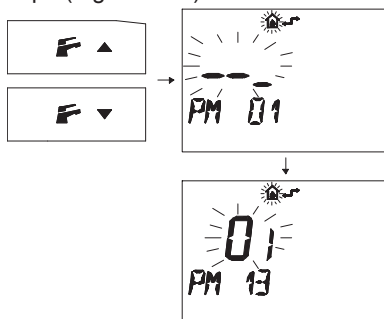

Figura 5.50
- Premere i pulsanti   o   per visualizzare la programmazione "PM 13" modo pompa (Figura 5.50).